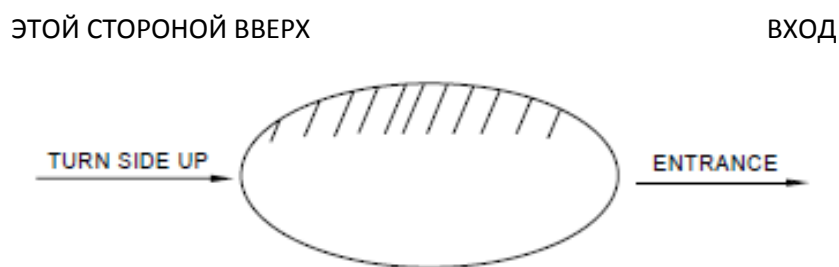

Рисунок 1
- (1). Нажимая правую ручку, отрегулируйте расстояние передних валков в зависимости от нужной толщины. Заблокируйте ручку.
- (2). Нажимая левую ручку, отрегулируйте расстояние между задними наклонными пластинами в зависимости от нужной длины округления. Заблокируйте ручку.
- (3). Выдвиньте выходной лоток.
- (4). Нажмите кнопку пуска.
- (5). Посыпьте тесто мукой и подайте тесто в валковый механизм машины.
- (6). Машина работает автоматически, оператору нужно только следить за закладыванием теста и выбором типа формовки. (Для получения лучших результатов, следите за тем, какой стороной тесто вкладывается в машину, см. рисунок 1)